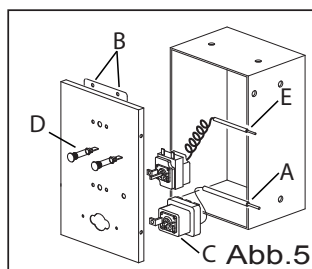

Abb.5
- Thermostat-Kugel von der Wanne abschrauben (Abb. 5/A)
- Abdeckung abnehmen (Abb. 5/B)
- Thermostat von der Abdeckung abschrauben und entfernen (Abb. 5/C)
- Thermostat-Kugel von der Wanne abschrauben (Abb. 5/E)
- Neue Lampe einsetzen (Abb. 5/D)